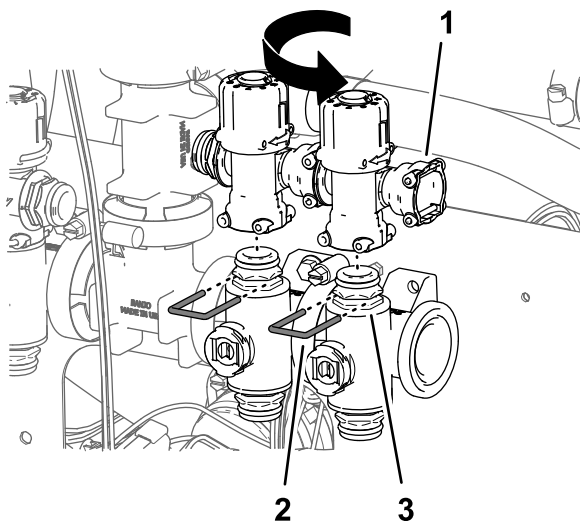

Figura 101
8. Ripetete i passaggi da 5 a 7 per le valvole di bypass della valvola dell'ugello 6 e la valvola dell'ugello 7 (**Figura 101**).